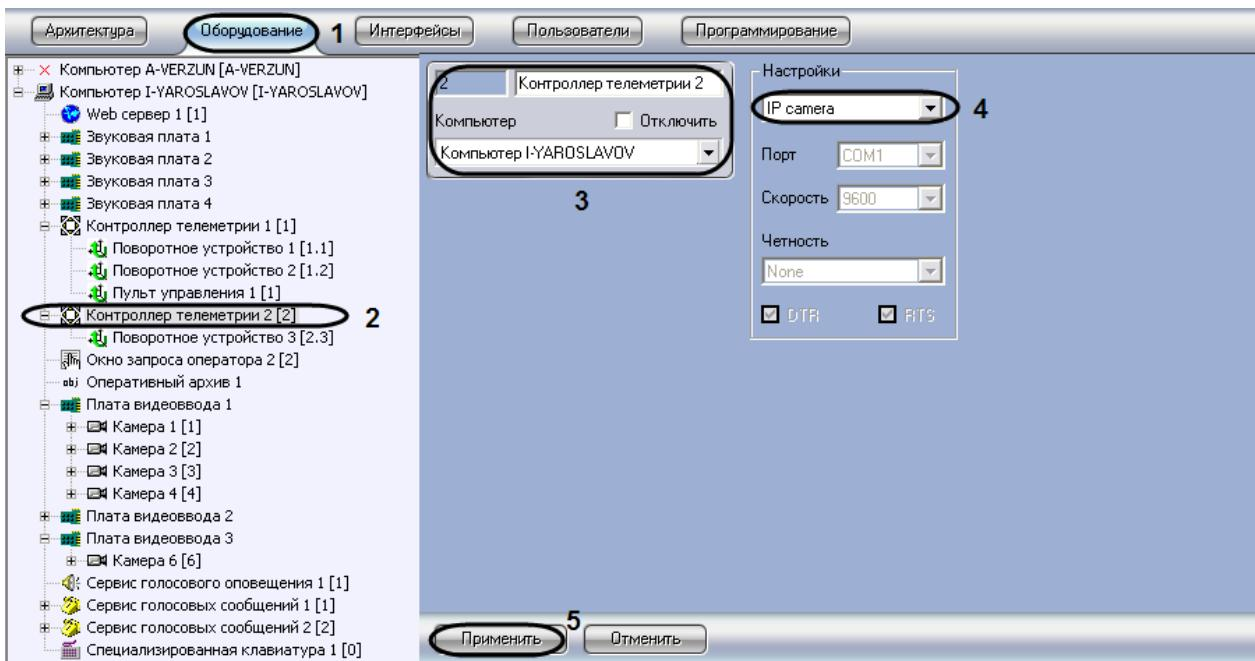

Рис. 3.4—9 Панель настроек объекта «Контроллер телеметрии» для настройки поворотной IP-камеры
1. Необходимо перейти во вкладку «Оборудование» диалогового окна «Настройки» программы «Интеллект» (Рис. 3.4—9, 1).
2. На базе объекта «Компьютер» требуется создать системный объект «Контроллер телеметрии» или выбрать соответствующий объект в дереве объектов во вкладке «Оборудование» диалогового окна «Настройки» программы «Интеллект» (Рис. 3.4—9, 2).
4. Из списка выбрать протокол обмена данными с поворотным устройством. В качестве протокола требуется выбрать пункт «IP камера» для осуществления обмена данными с поворотной IP-камерой по протоколу TCP/IP (см. Рис. 3.4—9, 3).